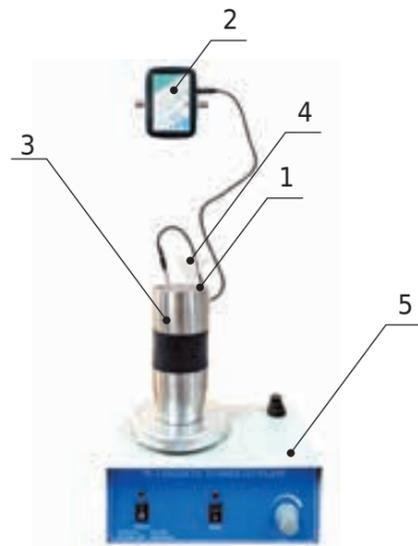

Рисунок 1.
3. Собрать установку (см. рисунок 1). В химический стакан нужно опустить якорь магнитной мешалки, затем этот стакан поместить в теплоизолирующий стакан, далее закрыть его термоизолирующей крышкой с отверстием для воронки и шупа датчика.